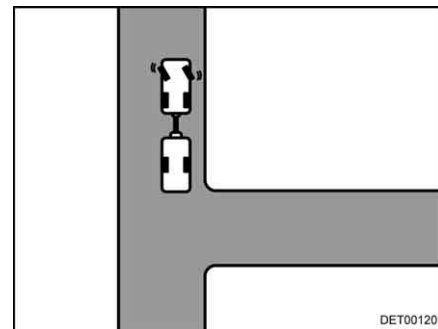

Bild 14 Links einschlagen
- Bei stehendem Gespann nach links einschlagen (Bild 14).